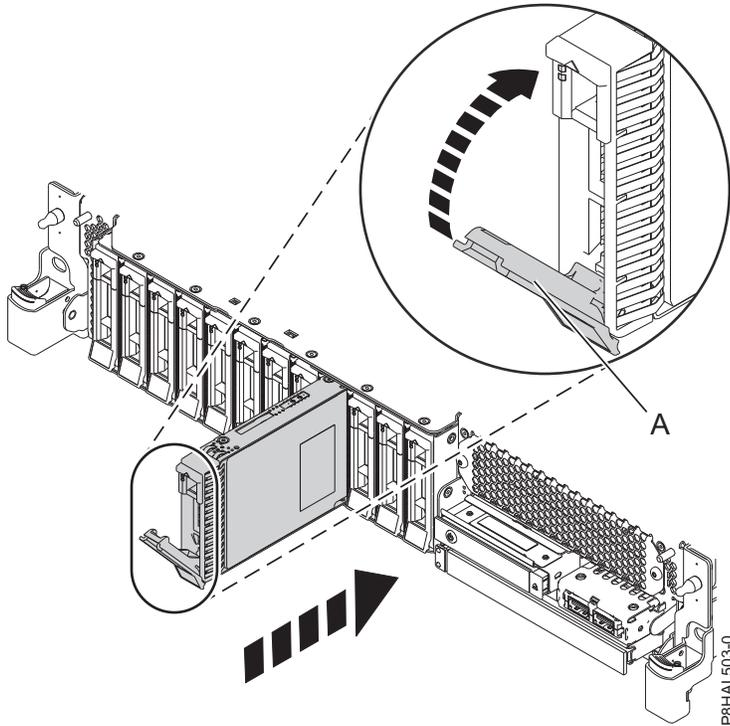
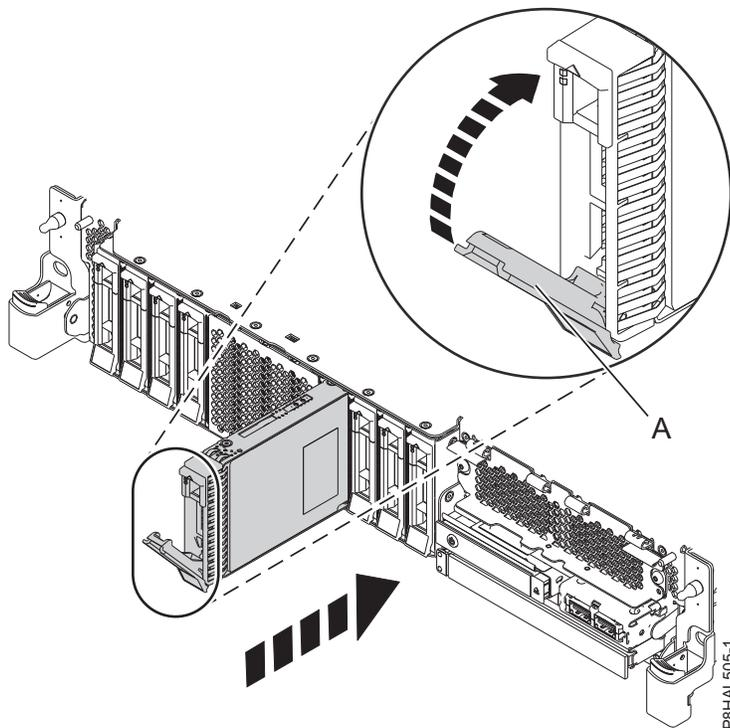

Abbildung 94. Plattenlaufwerk in einem System mit Basisfunktionen austauschen
Abbildung 95. Plattenlaufwerk in einem System mit erweiterten Funktionen austauschen
4. Entriegeln Sie den Griff (A) des Laufwerks, indem Sie ihn zusammendrücken und zu sich hin nach außen ziehen. Wird der Griff nicht ganz nach außen gezogen, lässt sich das Laufwerk nicht in das System einschieben. Siehe Abb. 94 auf Seite 102 und Abb. 95 auf Seite 102.
8. Wenn die Kennzeichnungs-LED blinkt, schieben Sie das Laufwerk ganz in den Steckplatz ein und drücken den Griff des Laufwerks (A) ein, bis er einrastet. Siehe Abb. 94 auf Seite 102 und Abb. 95 auf Seite 102.